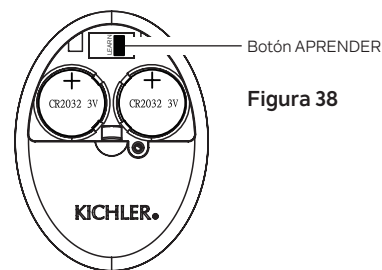

Figura 38
Este ventilador emite un pitido de confirmación durante el proceso de configuración del control del ventilador y cada vez que se presiona un botón en el transmisor. Los pitidos de confirmación se pueden silenciar presionando el botón "**APRENDER**" en el transmisor. (Figura 38)
Paso 2. Presione el botón "**APRENDER**" una vez para silenciar los pitidos de confirmación. **(Figura 38)**
Después de instalar un receptor de repuesto (consulte las instrucciones “**CONEXIONES ELÉCTRICAS**” en las **páginas 12 y 13**), se puede emparejar un receptor de repuesto con el transmisor presionando y manteniendo presionado el botón “**APRENDER**” en el transmisor. **(Figura 38)**
Paso 2. Restablezca la alimentación al circuito derivado del ventilador de techo en el disyuntor o en la caja de fusibles. Dentro de los 30 segundos de restablecer la energía, presione el botón “**APRENDER**” **(Figura 38)** durante aproximadamente 2 a 3 segundos. El kit de luz (si está instalado) parpadeará dos veces y el ventilador emitirá dos pitidos para indicar que el proceso de emparejamiento está completo.
Un transmisor de repuesto puede emparejarse con el receptor manteniendo presionado el botón “**APRENDER**” en el transmisor. **(Figura 38)**